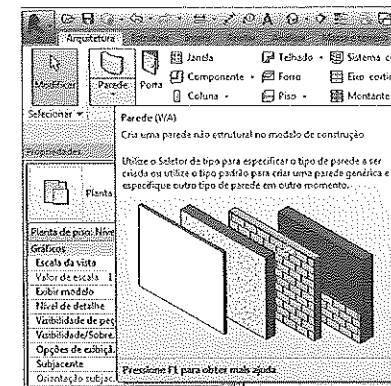

Figura 2.15 – Dica exibida ao colocar o cursor sobre uma ferramenta.
1. Ao pousar o cursor sobre uma ferramenta na tela, surge uma breve explicação do comando numa pequena etiqueta temporária, a **Dica**, como mostra a Figura 2.15.